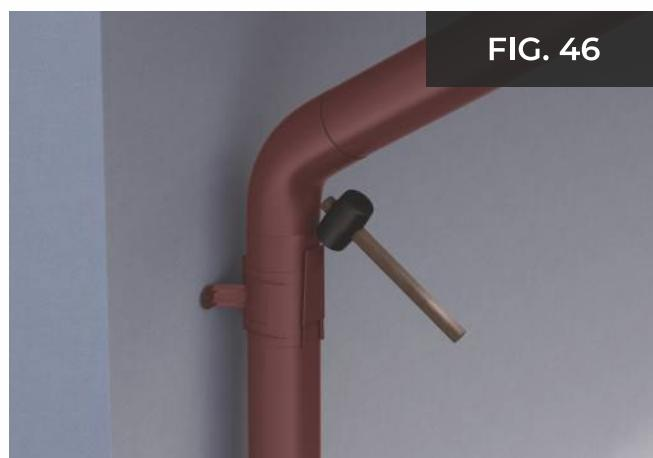

FIG. 46
- “ Cu ajutorul unui ciocan de cauciuc penitele se vor introduce complet, oferind astfel rigiditate burlanelor. (FIG. 46)